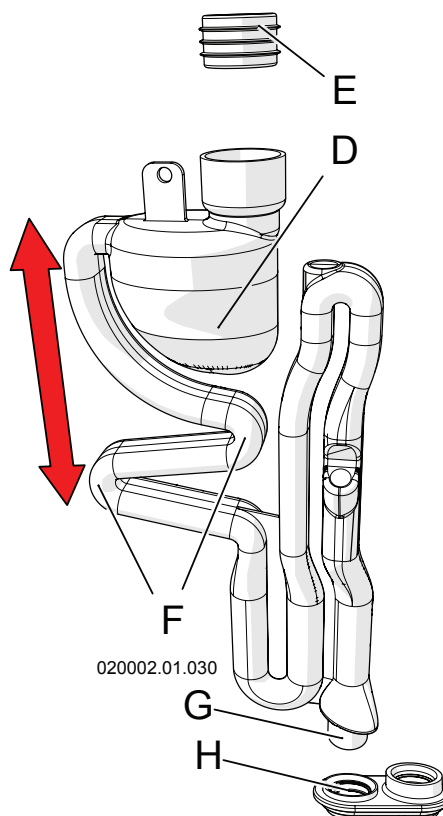

Figura 8-8 - Sifone raccogli condensa
- 1.- con l'apparecchio acceso, aprire al massimo un rubinetto dell'acqua calda sanitaria in modo che il bruciatore si ponga alla potenza massima e il livello di liquido presente all'interno del serbatoio del sifone "D" (Figura 8-8) si abbassi;
- 7.- pulire la vaschetta di decantazione "D" (Figura 8-8);